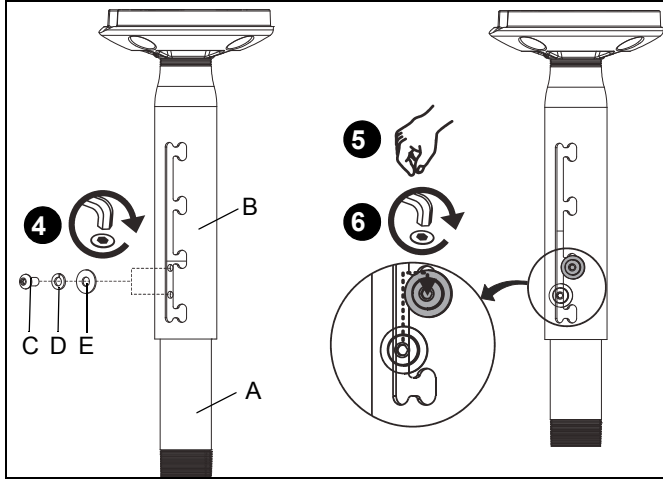

Figure 3
- À l'aide de la clé (J), insérez sans serrer la vis (C) à travers la rondelle frein (D), la rondelle plate (E) et la colonne extérieure (B) dans le trou de réglage de la colonne intérieure (A) (voir Figure 3).
- Réglez la colonne (A ou B, selon le cas) à la longueur souhaitée, puis appliquez une rotation et bloquez-la en position (voir Figure 3).
- Serrez la vis (C) à l'aide de la clé (J) (voir Figure 3).